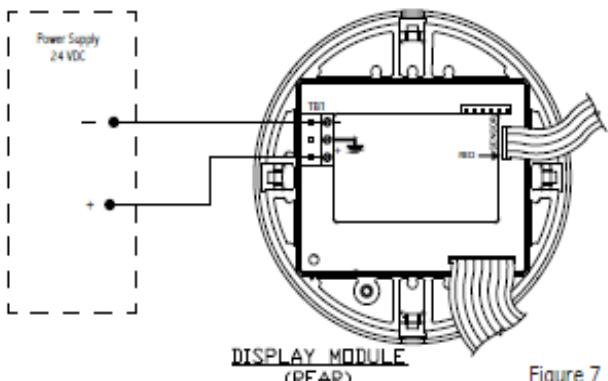

Figure 7
**注：**作为回路电源的替代，1XTXSW 型可直接连接到 24 VDC 电源 (+) 和负极 (-) 端子（参见第 7 页图 7）。在这种接线配置中，为所有开关和诊断功能提供电源，但不使用 4-20 mA 模拟输出。数字显示器将提供过程变量。当回路电源不可用且不需要 4-20 mA 输出时，可使用该 One 系列电源的替代方法。